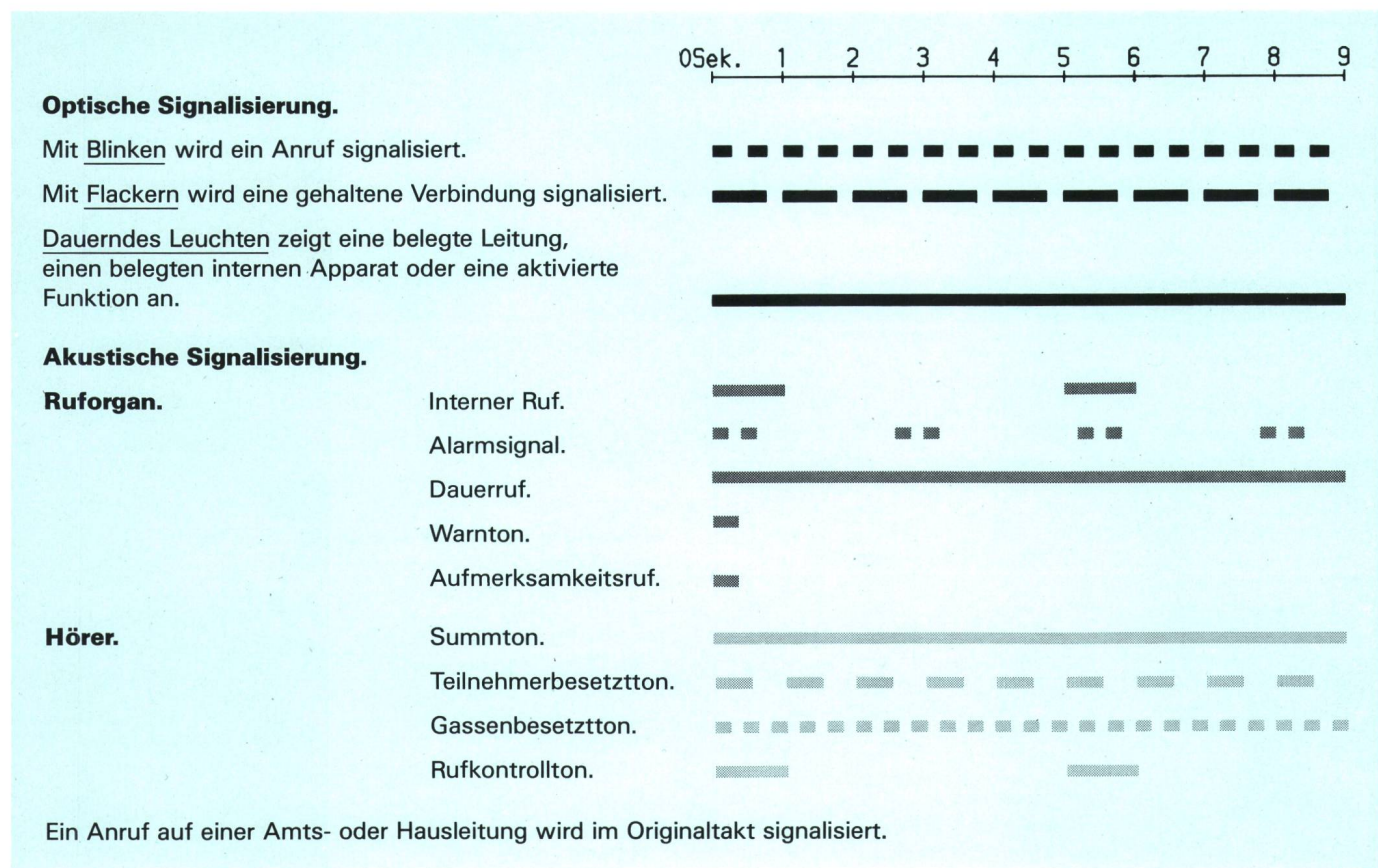

Fig. 11
- die Tonruf-Signalisationsschaltung (Signalisation am Teamfon-Apparat, Fig. 11)
- du circuit de signalisation à fréquences audibles (signalisation à l'appareil Teamfon, fig. 11)